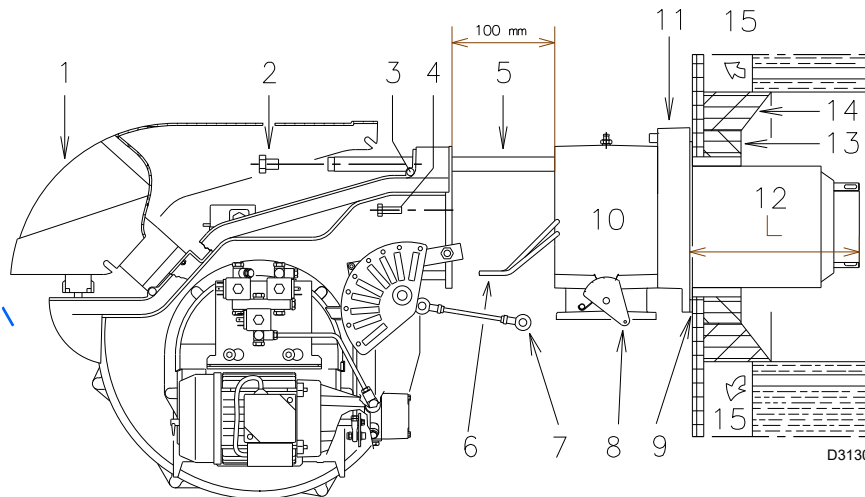
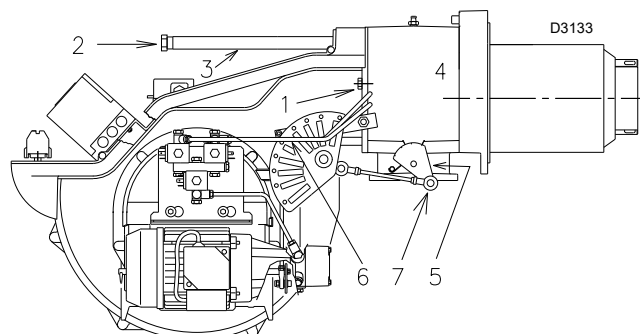

Fig. 14
Fig. 19
Para calderas con paso de humos delantero 15)(Fig. 14) o con cámara de inversión de llama, colocar una protección de material refractario 13) entre el refractario de la caldera 14) y el tubo llama 12).
En calderas con frontal refrigerado por agua, no es necesario el revestimiento refractario 13)-14)(Fig. 14), salvo que lo indique expresamente el fabricante de la caldera.
Separar el cabezal de combustión del resto del quemador, Fig. 14:
- Desconectar los cables de los electrodos y a continuación extraer por completo el quemador de las guías. Fijar el manguito con la brida 11)(Fig. 14) a la placa de la caldera, interponiendo la junta aislante 9)(Fig. 14) que se suministra. Utilizar los 4 tornillos suministrados después de haber protegido su rosca con productos antiagarrotamiento.
Volver a montar el quemador en las guías 3)(Fig. 19) a unos 100 mm del manguito 4)(Fig. 19); véase quemador en la posición que se muestra en la Fig. 14.
Introducir los cables de los electrodos y deslizar el quemador hasta el manguito, hasta que alcance la posición indicada en la Fig. 19.
Volver a colocar los tornillos 2) en las guías 3)(Fig. 19).
Fijar el quemador al manguito utilizando los tornillos 1)(Fig. 19).
Volver a conectar los tubos del gasóleo enroscando los dos racores 6)(Fig. 14).
Volver a enganchar la rótula 7) en el sector graduado 5)(Fig. 19).